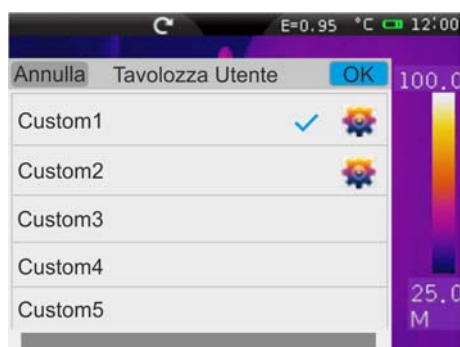

Fig. 50: Inserimento nuove tavolozze utente
6. Toccare la voce “**Aggiungi**” per aggiungere ulteriori tavolozze personalizzabili (vedere Fig. 50). E’ possibile aggiungere **max 8 tavolozze** oltre alle due presenti di default. Toccando la voce “**Rimuovi**” è possibile rimuovere le tavolozze personalizzabili ad eccezione delle due presenti di default